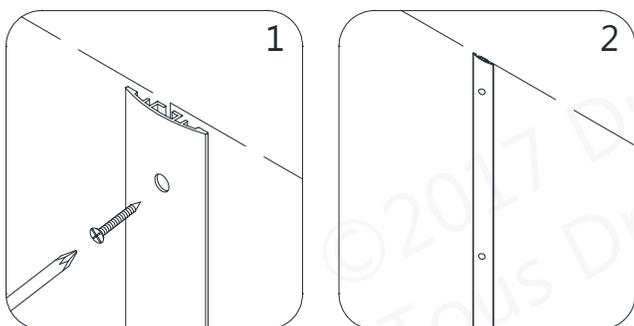

Fig 9
9. Installez la **bande d'étanchéité du centre (N° 05)** au centre du mur arrière avec des **vis à tête fraisée ST4.2×30 (N° 07)**. Ne serrez pas encore complètement les vis. Pour l'instant, gardez une marge entre le mur et la **bande d'étanchéité du centre (N° 05)**. **(Fig. 9)**